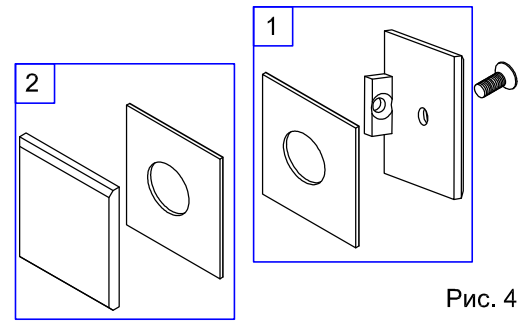
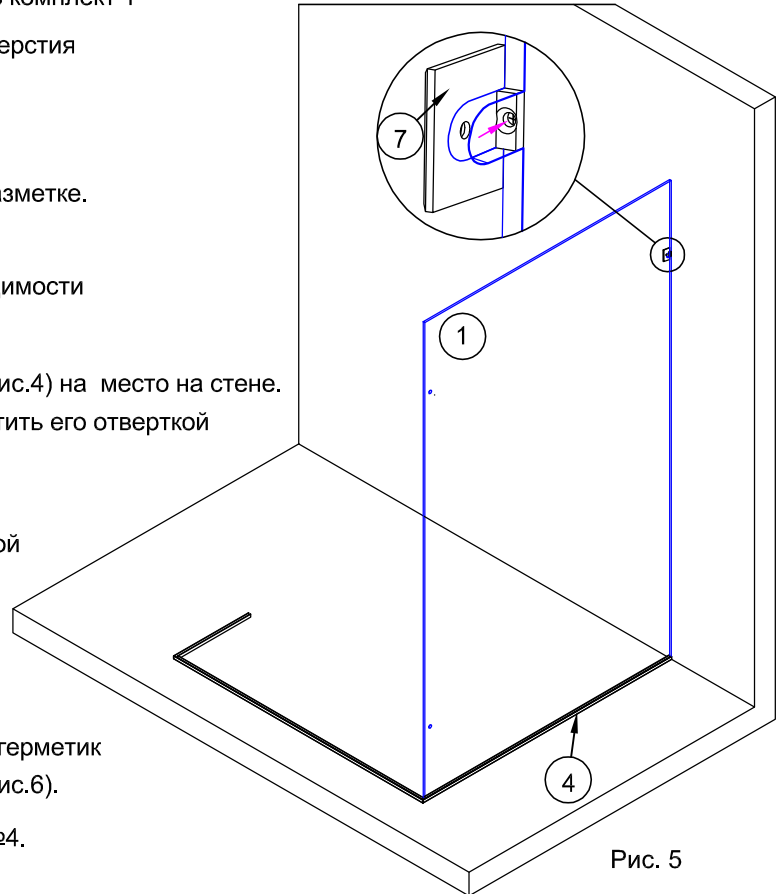

Рис. 4
Рис. 5
2.1. Шестигранным ключом разобрать держатель стекла №7 (рис.4).
2.2. С внутренней стороны стекла в вырез вставить комплект 1 держателя №7 (рис.4). Отметить на стене место отверстия для крепления держателя №7 (рис.5).
Вставить в отверстие дюбель №13. При необходимости использовать молоток. (рис. 5)
2.4. Вставить комплект 1 держателя стекла №7 (рис.4) на место на стене. Вставить в отверстие держателя шуруп №14 и вкрутить его отверткой
2.8. Установить комплект 2 держателя №7 (рис.4) с наружной стороны стекла и скрутить пакет 1, стекло и пакет 2 винтом.